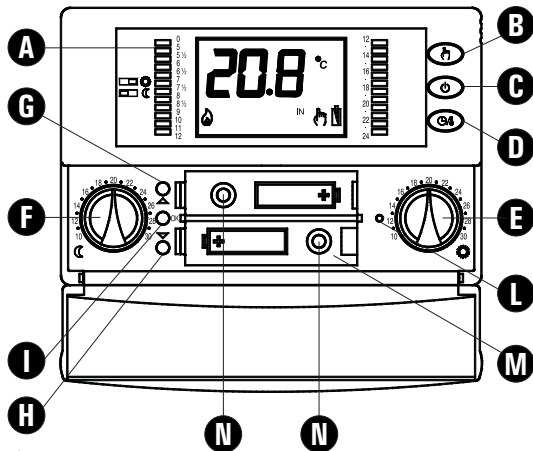

Fig. 1 - Abb. 1
- Inserire le batterie nel vano batterie (**M** di Fig. 1); vedi paragrafo 'INSERIMENTO / SOSTITUZIONE BATTERIE'.
Inserire le pile rispettando le polarità indicate nell'apposito vano (Fig. 1) ed eseguire l'operazione di reset agendo con un oggetto appuntito attraverso l'apposito foro (**L** di Fig. 1). **NON USARE AGHI.**
'**OK**': Programmazione/Ora/Conferma (**I** di Fig. 1);
'**▲**': Avanti (**G** di Fig. 1);
'**▼**': Indietro (**H** di Fig. 1);